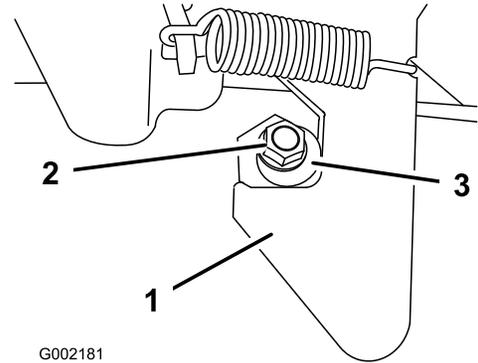

図 60
1. ラッチポストの端についているロックナットをゆるめる 図 60。
2. ラッチポストを右回りに回転させてラッチのフック部にちょうど嵌るようにする 図 60。